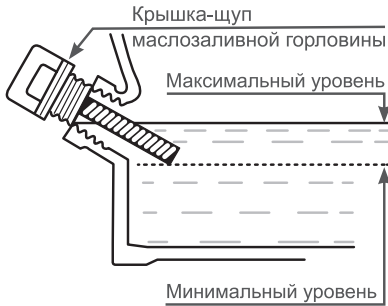

Рис. 5 Проверка уровня масла в картере
3. Аккуратно вытащите щуп и осмотрите его. Уровень масла должен соответствовать верхней отметке на щупе. При недостаточном уровне масла в картере необходимо долить чистое масло до верхней отметки на щупе (что соответствует нижней кромке заливного отверстия) (Рис. 5).